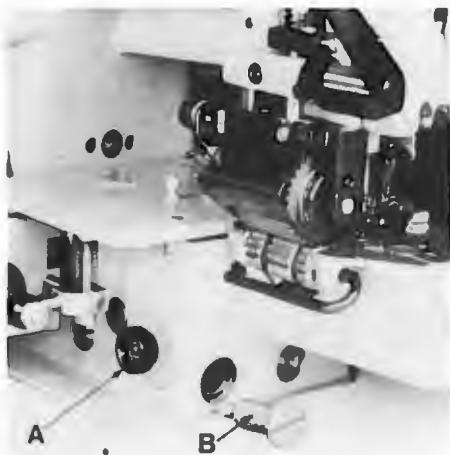

Fig. 9
The main oil filter (D, Fig. 8) and the oil filter (B, Fig. 9) have to be cleaned in petroleum at every oil change.
The main oil filter (D, Fig. 8) is accessible by loosening screw (B) and (C). The oil filter (B, Fig. 9) can be removed by turning it counter clockwise.
For the daily cleaning of machine, remove the cover (A, Fig. 9).
Der Hauptölfilter (D, Fig. 8) und der Ölfilter (B, Fig. 9) müssen bei jedem Ölwechsel in Petroleum gereinigt werden.
Der Hauptölfilter (D, Fig. 8) ist nach Lösen der Schrauben (B) und (C) zugänglich. Der Ölfilter (B, Fig. 9) wird durch Drehen im Gegenuhrzeigersinn entfernt.
Für die tägliche Reinigung der Maschine entfernen Sie den Verschluß-Stopfen (A, Fig. 9).